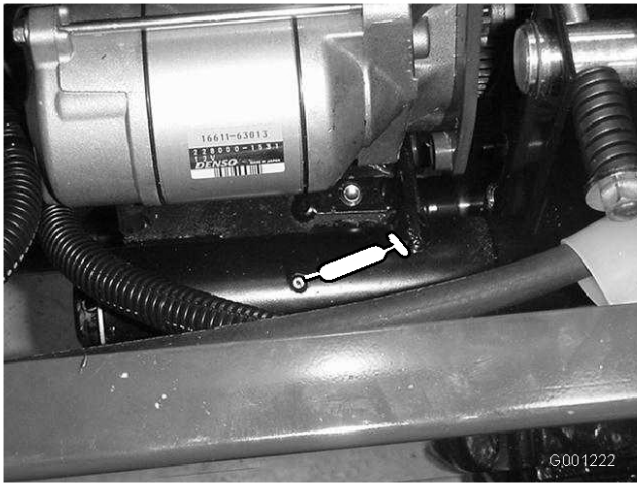

Bild 39
- ZWA-Spannungsgelenk (Bild 39)
- Hinteres ZWA-Lager (Bild 39)